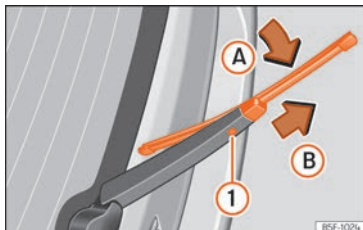

Abb. 154 Scheibenwischerblatt der Heckscheibe auswechseln.
- Das Wischerblatt leicht drehen »» (Abb. 154) (Pfeil A).
- Die Entriegelungstaste ① gedrückt halten und gleichzeitig das Scheibenwischerblatt in Pfeilrichtung B abziehen.
- Neues Heckscheibenwischerblatt **gleicher Länge und Ausführung** entgegen der Pfeilrichtung B auf den Scheibenwischerarm schieben, bis der Mechanismus ① einrastet.